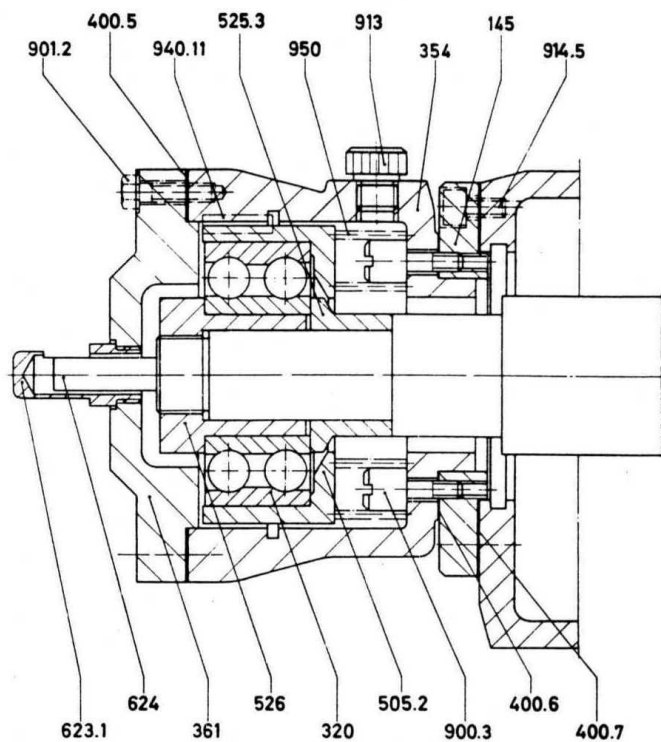

Figura 40 – Dispositivo de compensación del empuje axial antifricción
5. Monte el cojinete superior (370), cubierta del cojinete (361) y la cubierta superior del cojinete (350). Sujete el alojamiento del cojinete con pasadores cónicos. Taladrar los agujeros, escariarlos, si necesario. Trabrar el cuerpo del cojinete por medio de pasadores cónicos. Caso necesario, agrandar y repasar los hoyos.
6. Monte el indicador de posición del rotor (623.1) y el gorrón (624) en el extremo de la descarga.
7. Compruebe las marcas en el indicador de posición del rotor con el disco de equilibrio (601) en contacto con el contradisco (602), si es necesario hacer una nueva marca (véase la sección 9.1.1 – Indicador de posición del rotor).
8. Si la bomba si suministra con el dispositivo de levantamiento figura 40,41 A y 41 B y seguir la secuencia de los números 5 y 6. Si también una bomba de engranajes directamente relacionada con el eje de la bomba se suministra, tenga en cuenta para el montaje, los detalles se indica en la figura 42.